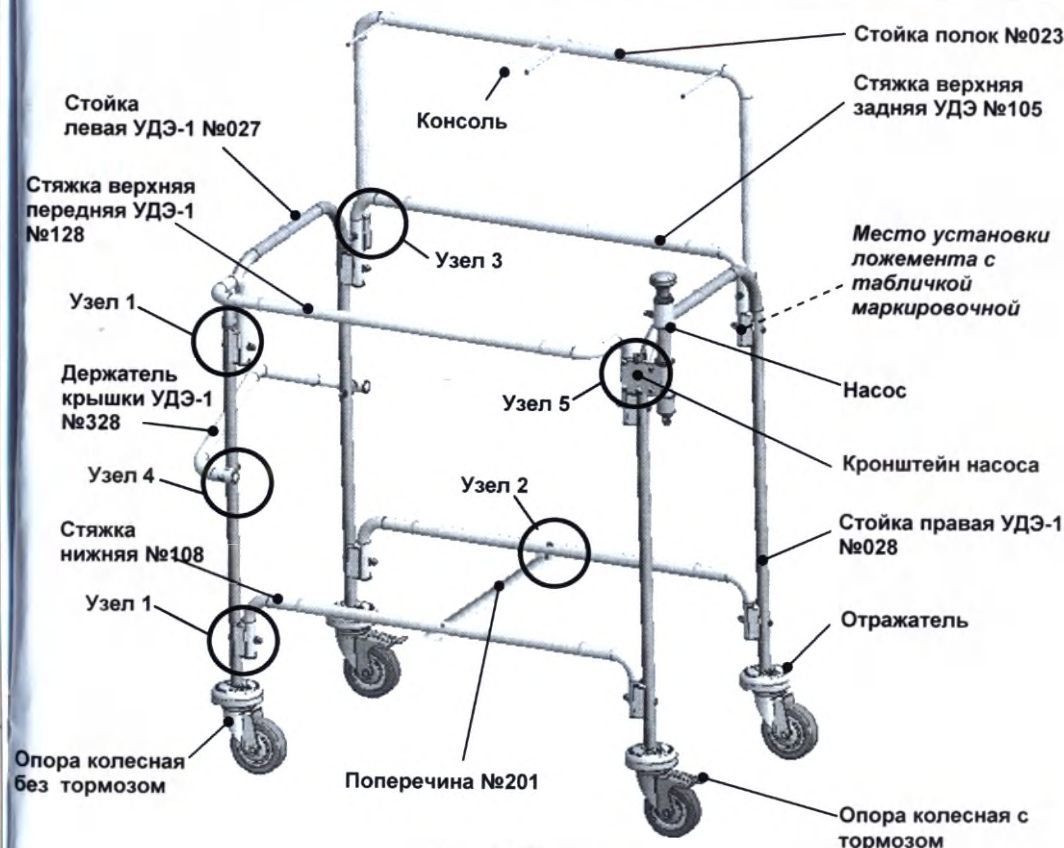

Рис.26 Тележка
Сборку тележки установки проводить в соответствии с рис.26.
- 5.4. На один из ложементов из комплекта крепежного №1 наклеить маркировочную табличку (наименование изделия, зав.№, год выпуска), предварительно сняв защитный слой с клеящейся поверхности. Место установки ложемента с табличкой указано на рис.26.
- 5.9. Установить консоли в стойку полок (рис.26). Фиксаторы силиконовые должны располагаться с задней стороны стойки полок.